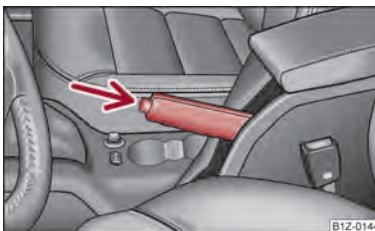

Fig. 101 Consola centrală: Frâna de staționare
- Acționați maneta frânei de mână puțin în sus și **în același timp** apăsați butonul de blocare ⇒ fig. 101.